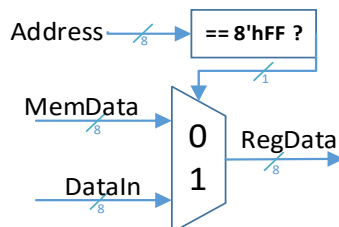

Figura 3 – Entrada paralela mapeada no endereço 8'hFF da memória
- Ao carregar o conteúdo do endereço 8'hFF da memória de dados, para um registrador $\$X$, **LB** $\$X$, **FF(\$0)**, o bloco **ParallelIN** redirecionará o conteúdo da entrada paralela **w_DataIn** para o registrador $\$X$. A especificação lógica do circuito de saída está ilustrada na Figura 3